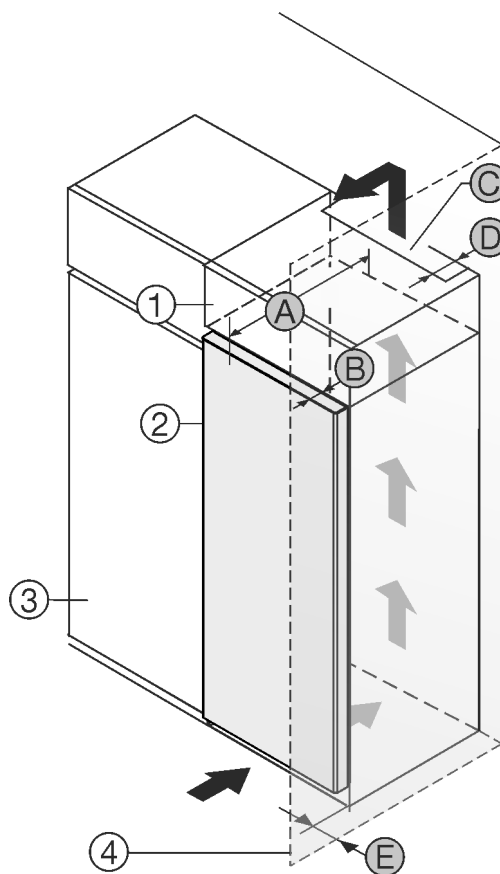

Fig. 1
- (1) Dollapi i montimit *
- (2) Pajisja *
- (3) Dollapi i kuzhinës *
- (4) Muri *
- (A) Thellësia e pajisjes *
- (B) Thellësia e derës *
- (C) Seksioni tërthor i ajrit *
- (D) Distanca nga faqja e pasme e pajisjes *
- (E) Distanca nga pjesa anësore e pajisjes *
Ju mund ta instaloni pajisjen direkt ngjitur me dollapin e kuzhinës Fig. 1 (3).*
Në faqen e pasme të dollapit së montimit duhet të ketë një hapësirë ajrimi me thellësi Fig. 1 (D) në të gjithë gjerësinë e dollapit të montimit.*
Nën mbulesën e hapësirës duhet respektuar seksioni tërthor i qarkullimit të ajrit Fig. 1 (C)*
Nëse instaloni pajisjen me mentesha pranë një muri Fig. 1 (4), atëherë duhet që distanca midis pajisjes dhe murit të jetë të paktën 13 mm.*
Nëse instaloni pajisjen me mentesha pranë një muri Fig. 1 (4), atëherë duhet që distanca midis pajisjes dhe murit të jetë të paktën 20 mm.*
Në mënyrë që dera të mund të hapet plotësisht, duhet që pajisja të dalë jashtë përpara kanatit të dollapit të kuzhinës sa thellësia e derës Fig. 1 (B). Në varësi nga thellësia e dollapëve të kuzhinës Fig. 1 (3) dhe përdorimi i ruajtësve të distancës nga muri, pajisja mund të dalë më shumë përpara dollapit.*